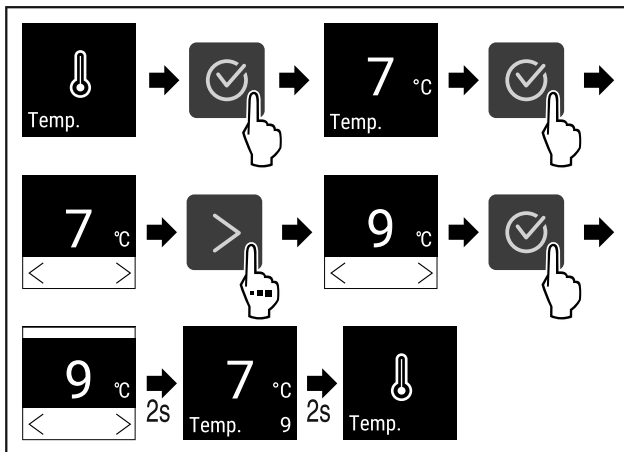

Fig. 66 Preklop temperature iz 7°C na 9°C
- ▶ Izvedite zahtevane korake (glejte Fig. 66) .